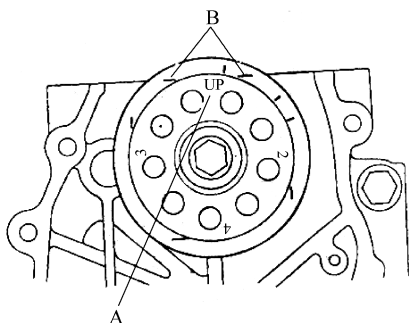

图 2-85 将1号活塞置于TDC位置
2) 将1号活塞置于上止点位。凸轮轴链轮上的“UP”标记(A)应当位于上部,而凸轮轴链轮的上止点槽(B)应当与缸盖的上边缘对齐,见图2-85。